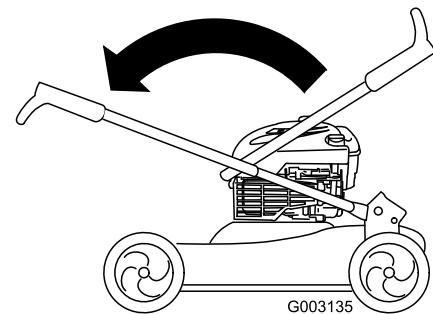

Figure 4
1. Mueva con cuidado la sección superior del manillar hacia adelante hasta que las dos mitades del mismo estén alineadas y encajen como muestra la ilustración (Figure 4).